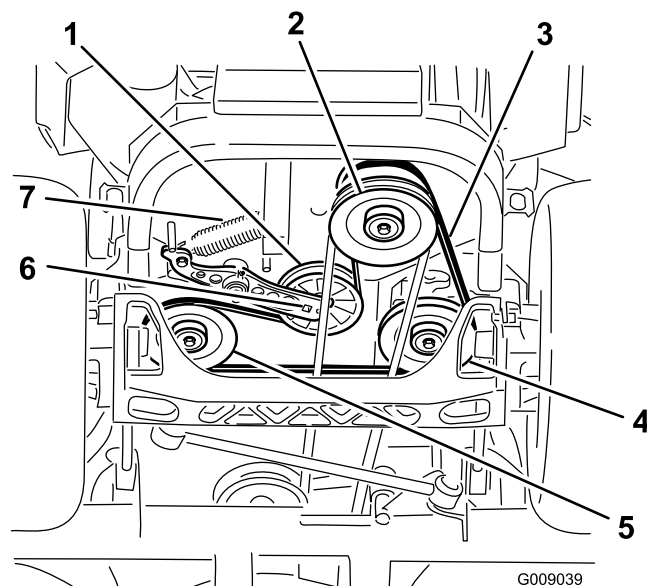

Figura 75
4. Sollevate la macchina e sostenetela su cavalletti (Figura 75).
5. Utilizzate un cricchetto nel foro quadrato del braccio di rinvio per rimuovere la molla del tenditore (Figura 75).
6. Sganciate la molla del tenditore dal telaio (Figura 75).
9. Utilizzate un cricchetto nel foro quadrato del braccio di rinvio per installare la molla del tenditore sul telaio (Figura 75).